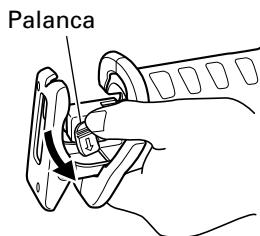

Fig. 3
- (2) Empuje la palanca en la dirección de la flecha indicada en la Fig. 3 y marcada en la misma. Si gira el manguito del sujetador hasta la mitad conseguirá asegurarlo automáticamente. (Fig. 3)
- (2) Después de haber empujado la palanca en la dirección de la flecha mostrada en la Fig. 3, gire la hoja de manera que quede dirigida hacia abajo. La hoja debe caer por su propio peso. Si la hoja no cae, extráigala con la mano.